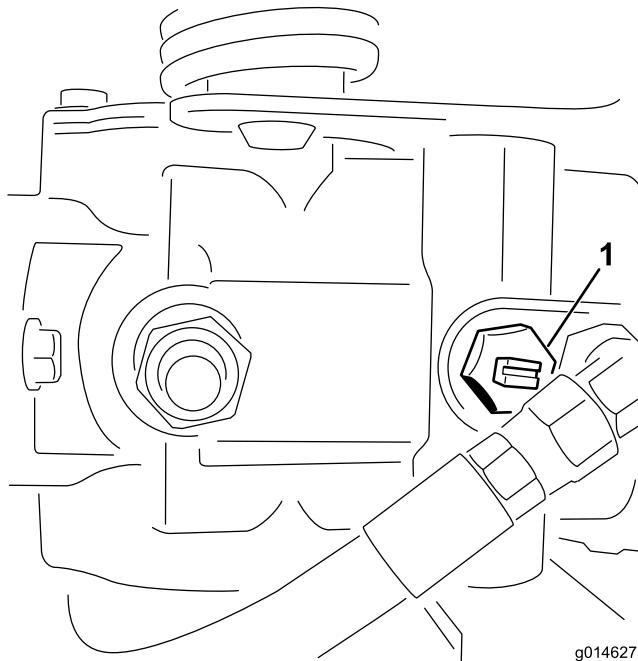

图42
- 启动发动机之前，旋转旁通阀，使槽处于水平位置，这样就可以关闭旁通阀（图42）。旁通阀打开时，切勿启动发动机。
- 找到并旋转泵上的旁通阀，使槽处于垂直位置（图42）。